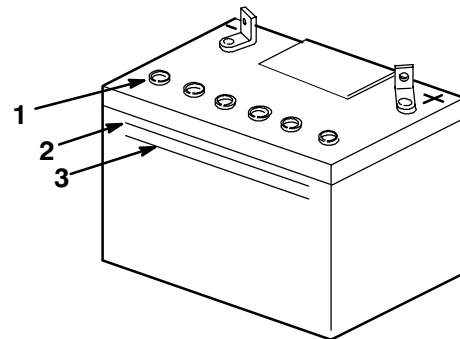

**Figure 37**
3. Déposez les panneaux latéraux pour faciliter la dépose de la batterie (Fig. 37). Enlevez les vis et soulevez le panneau pour dégager l'ergots, puis sortez les languettes de la tour de direction.
1. Placez la batterie dans la machine (Fig. 37).
5. Reposez les panneaux latéraux en insérant les languettes dans la tour de direction et l'ergot dans la bride du repose-pied. Fixez l'ensemble avec les vis (Fig. 37).